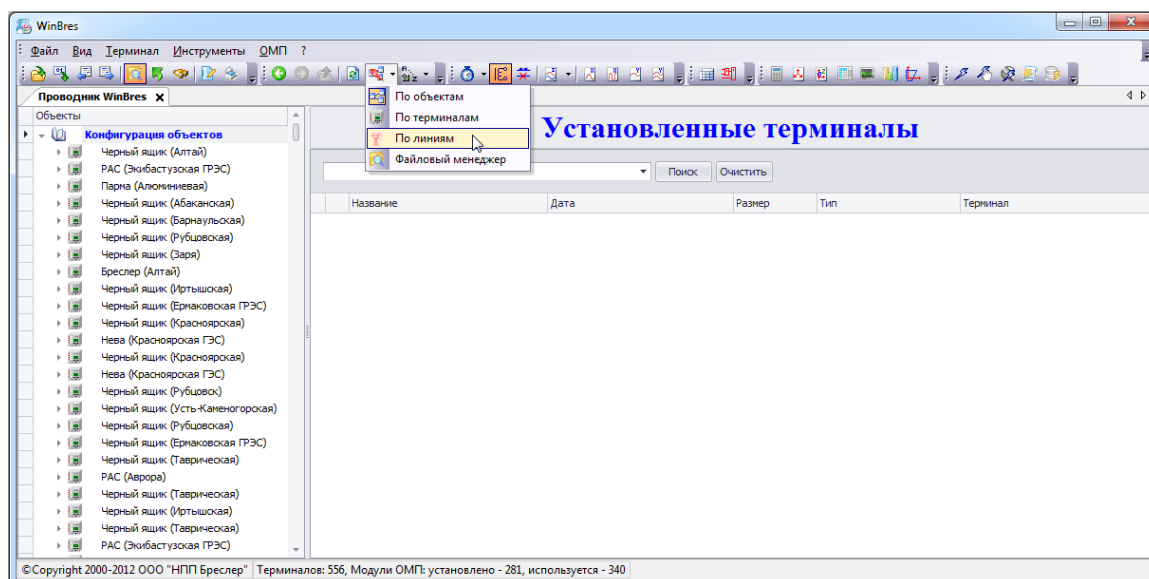

Рис. 2.2.2. Переход в режим проводника «По линиям»
- нажатием кнопки «Вид проводника»  на панели инструментов, при этом режимы проводника отображаются в виде выпадающего списка (рис. 2.2.2).